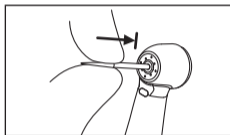

Fig. 5
- 1 Insérez la fraise dans le mandrin (Fig. 5).